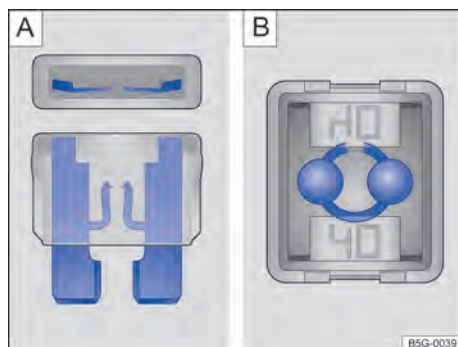

Fig. 179 Fusível queimado: **A**: fusível plano, **B**: fusível de bloqueio.
- Um *fusível plano* (ATO®, MINI®) queimado é reconhecido de cima ou de lado pela carcaça transparente nas faixas metálicas derretidas → Fig. 179 **A**.
- Um *fusível de bloqueio* (JCASE®) queimado é reconhecido pelas faixas metálicas derretidas por cima da carcaça transparente → Fig. 179 **B**.